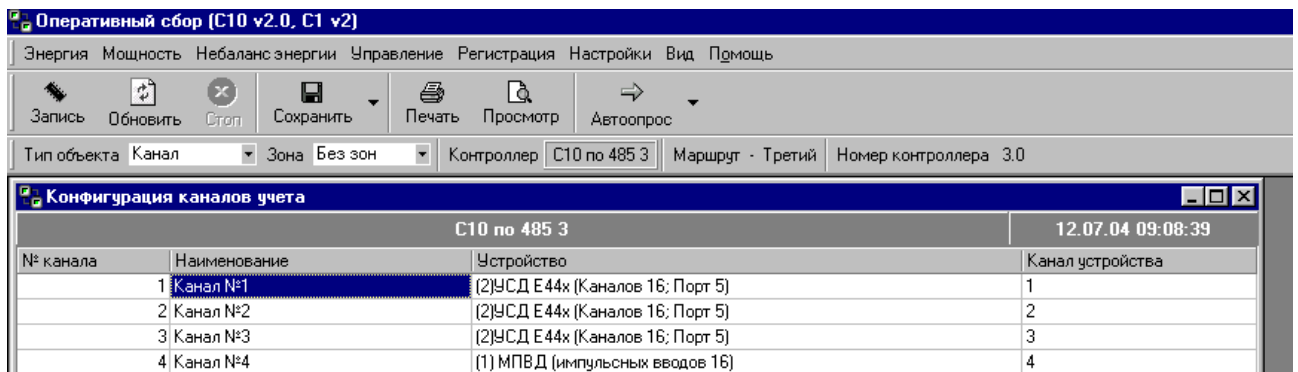

Рис.4.
4. В меню «Управление \ Конфигурация каналов учёта» указать соответствие между номерами каналов УСД и номерами каналов контроллера (см. Рис.4.). Записать настройки в контроллер.